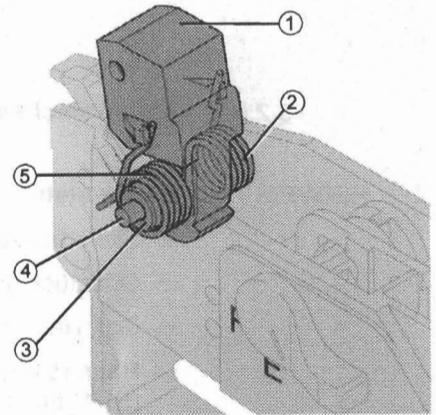

Bild 53 Einbaulage Hahnfedern
- ⇒ Hahnfedern (53/2 und 5) gemäß Bild 53 auf die Nocken (53/3) am Hahn (53/1) am Hahn aufsetzen.